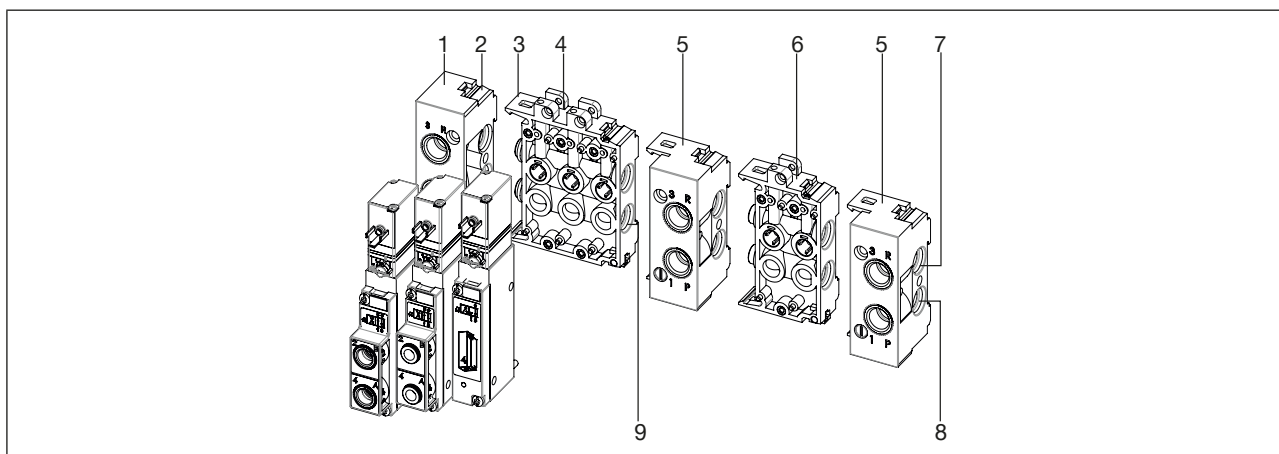

Figure 6 : Exemple de bloc multiple
- Commencer l'installation avec le module de raccordement gauche (voir « Figure 6 »)